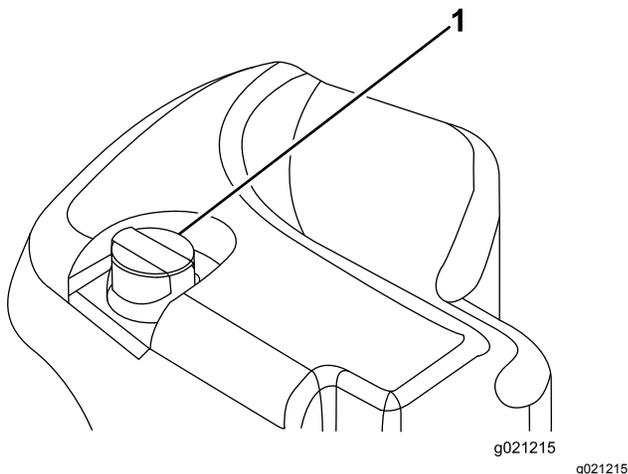

Figura 29
- Pulite attorno al collo del bocchettone e del tappo del serbatoio idraulico (Figura 29). Togliete il tappo dal collo del bocchettone.